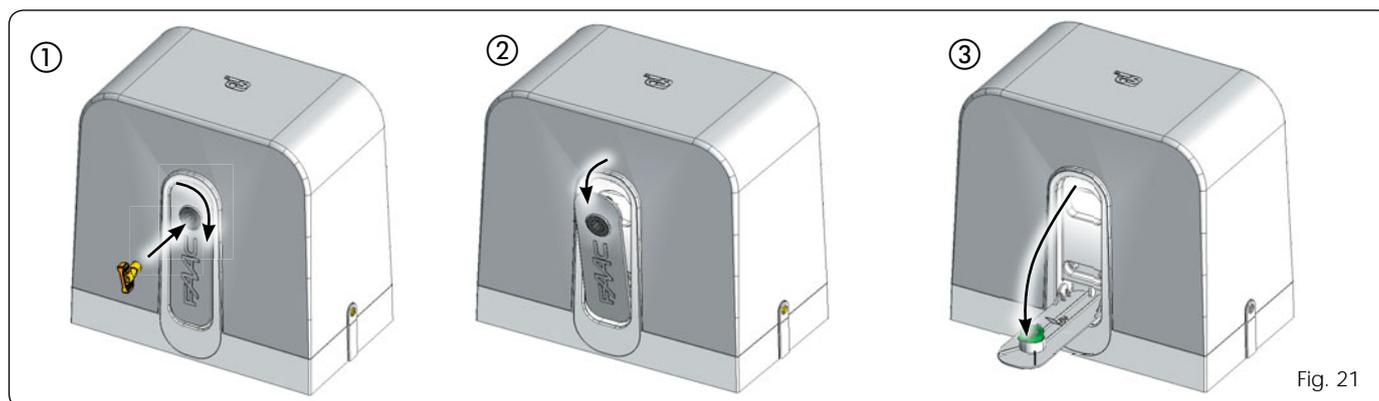

Fig. 21
1. gire el desbloqueo hacia la derecha, de la manera indicada en la Fig. 21 ref. ①. La palanca de desbloqueo se alejará ligeramente del operador (Fig. 21 ref. ②)
2. Baje por completo la palanca de desbloqueo hasta el tope mecánico (Fig. 21 ref. ③).